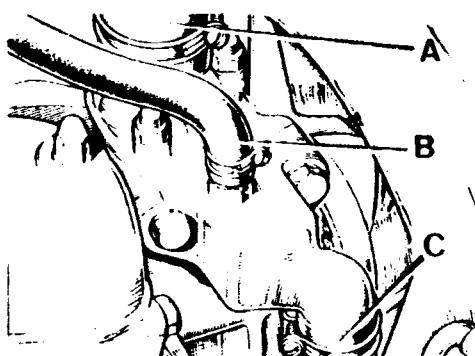

Fig. A3-50 Desmontaje de manguitos
- 1.4 Desconectar el manguito superior del radiador, A (Fig. A3-50) en su unión a la culata. Desconectar los dos manguitos de salida y entrada de agua del radiador, B y aflojar la brida, C, del manguito de derivación.